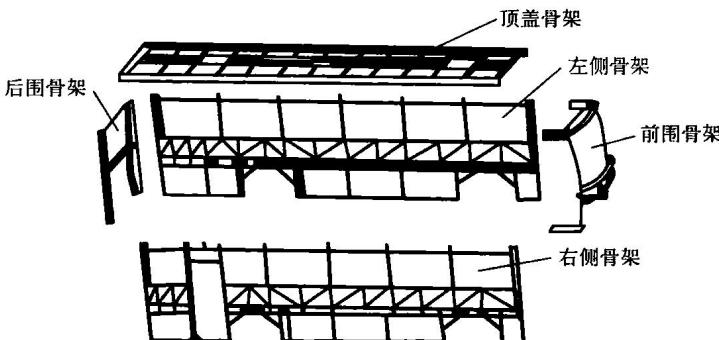

图 1-12 客车车身整体骨架
(1) 客车车身骨架 客车车身骨架通常由前围骨架、左侧骨架、右侧骨架、后围骨架及顶盖骨架五大片组成，五大片骨架合装在底架或车架的底横梁上构成一整体空间框架结构，如图 1-12 所示。